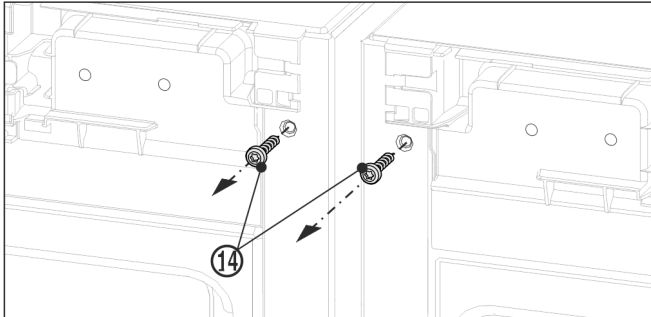

Fig. 11
- Skruva ut båda jordskruvarna Fig. 11 (14) innan du monterar den övre vinkeln.